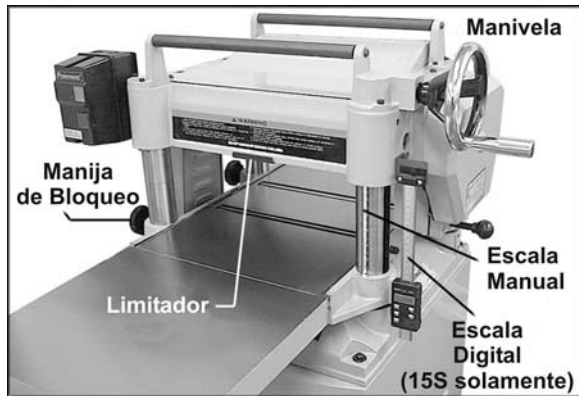
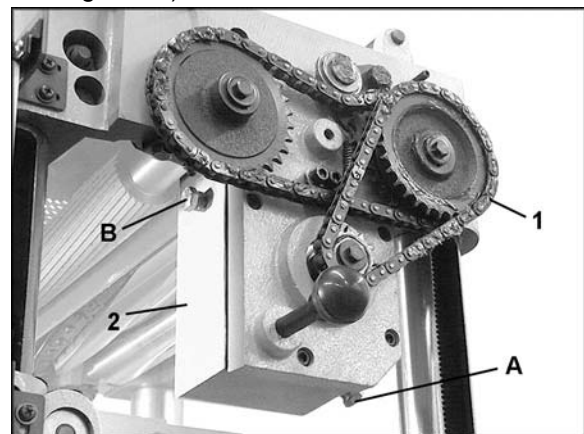

Figura 33
Figura 34
La escala de profundidad de corte es una combinación de escala pulg./métrica (Figura 33), con un rango de corte de 0 a 6 pulgadas (152.4mm). Una escala manual es montada directamente en la primera columna. El modelo de cepilladora 15S también posee la característica de una escala digital para lecturas más fáciles y más precisas.
La distancia de movimiento ascendente o descendente es controlada por la manivela (Figura 33). Antes de mover la mesa para arriba o para abajo, afloje las manijas de bloqueo (Figura 33). Después de obtener la posición apropiada de la mesa, ajuste las manijas de bloqueo.
La profundidad máxima de corte es 3/16". Un limitador (Figura 33) de hierro fundido en el frente del cabezal limita la profundidad de corte en todo lo ancho de la mesa a 1/8"
1. Retire la tapa de drenaje (A, Figura 34) con una llave de 14mm y retire la tapa del depósito (B-Figura 33). Drene el aceite usado por completo.
2. Inserte y ajuste la tapa de drenaje (A, Figura 34).
3. Llene con lubricante limpio a través del orificio (B, Figura 34).
4. Instale y ajuste la tapa del depósito (B, Figura 34).